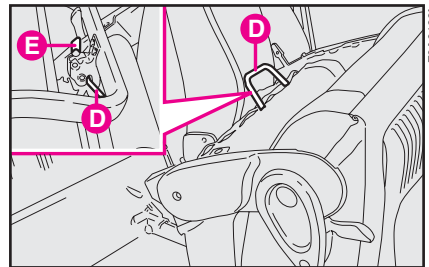

fig. 59
**Sgancio scaletta:** Premere il pulsante **E**-fig. 59 per sganciare la scaletta dalla maniglia **D** e riposizionare la scaletta nella posizione originale. Ribaltare il sedile abbassando il cuscino e sollevando lo schienale. Assicurarsi che il sedile sia ben bloccato.